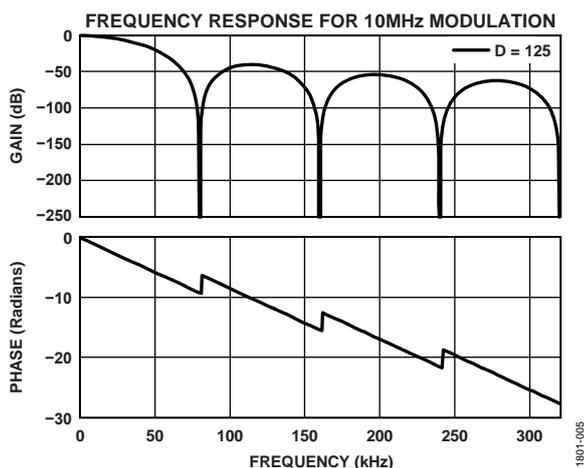

図 5. SINC フィルタの周波数応答
変調器クロック (f_M) とデシメーション・レート (D) は、SINC フィルタ性能を決定するパラメータです。フィルタ次数 (O) は一般に、フロントエンド変調器の次数より 1 次高くなっています。このため、AD7401A を使用する場合、フィルタ次数は 3 になります。フィルタ周波数応答と群遅延の式を以下に示します。図 5 の周波数応答は、デシメーション周波数 (f_M/D) の偶数倍の周波数にゼロ点を持っています。このため、デシメーション周波数と PWM スイッチング周波数を一致させると、PWM スイッチング高調波が大幅に減衰します。その他、デシメーション・レートとフィルタの最大デシメーション限界による群遅延の増加などを考慮する必要があります。